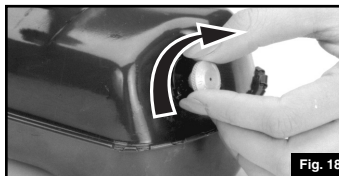

Fig. 18
- Fermez le BOUTON DE LA POMPE. (Fig. 18)